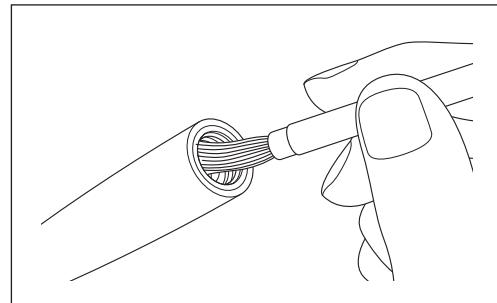

Fig. 38
- Utilice la escobilla para limpieza suministrada para retirar el polvo de la sección interior donde la pieza de mano estaba conectada (Fig. 38).